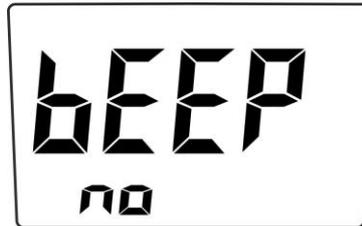

Fig. 37: Disabilitazione funzione suono tasti
3. Il messaggio "bEEP no" è mostrato a display per alcuni secondi (vedere Fig. 37), lo strumento si riaccende automaticamente e il simbolo "o))" (vedere Fig. 2 – parte 14) scompare a display. La funzione si riattiva automaticamente al riavvio dello strumento. Con funzione disabilitata lo strumento non emette suoni all'attivazione delle condizioni di allarme